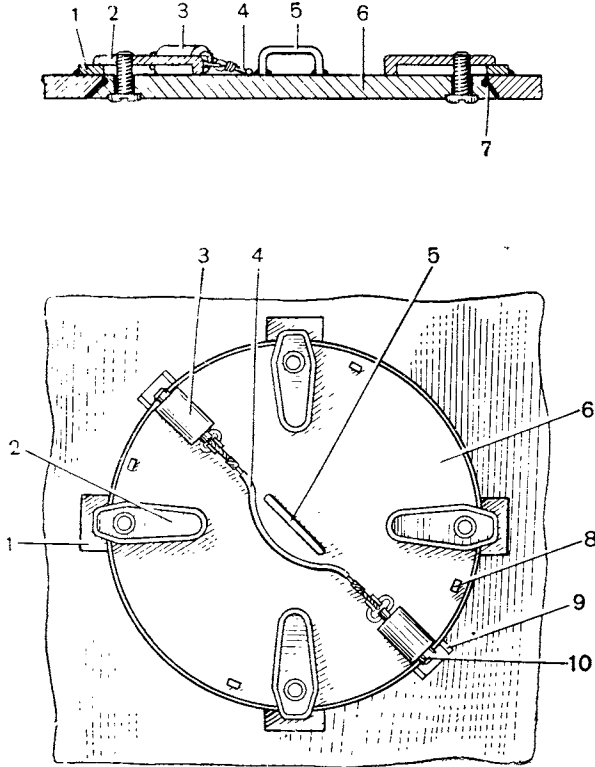

Рис. 20. Люк запасного выхода:
**Люк запасного выхода.** Люк запасного выхода (рис. 20) расположен за сиденьем механика-водителя в днище корпуса танка. Он закрывается круглой крышкой 6, которая крепится к днищу танка четырьмя зажимами 2. Длинные концы зажимов опираются на крышку люка, а короткие на планки 1, приваренные к днищу танка. Когда зажимы повернуты до упоров 8, крышка люка удерживается двумя стопорами 10, входящими в скобы 9. Стопоры между собой соединены тросиком 4. В центре крышки люка приварена ручка 5. Для герметичности под крышку люка в канавку ставится резиновое кольцо 7.